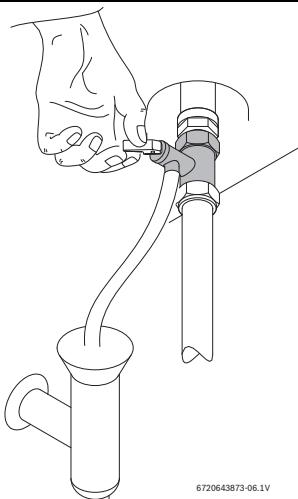

Fig. 15 Ouvrement manuelle de la soupape de sécurité
- ▶ Ouvrir la soupape de sécurité (fig. 15).
- Ouvrir la soupape de sécurité au moins une fois par mois (→ fig. 15).